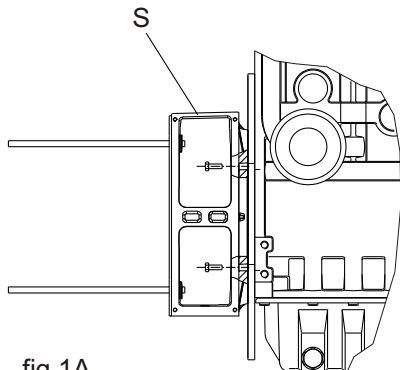

fig.1A
- 2) Fissare lo scudo anteriore S (con i tiranti esterni avvitati) al motore di trascinamento (fig.1A) (coppia di serraggio: 30Nm)
- 2) Fasten the front shield S (with the external tie-rods screwed in) to the drive motor (fig.1A) (Tightening torque: 30Nm)
- 2) Fixez la flasque antérieure S (les tirants externes étant vissés) au moteur d'entraînement (fig.1A)
- 2) Mit angeschraubtem äußerem Gestänge, das vordere Lagerschild S am Antriebsmotor befestigen (fig.1A) (Anzugsmoment: 30Nm)
- 2) Fijar el escudo delantero S (con los espárragos exteriores enroscados) al motor de arrastre (fig.1A) (par de apriete: 30Nm)